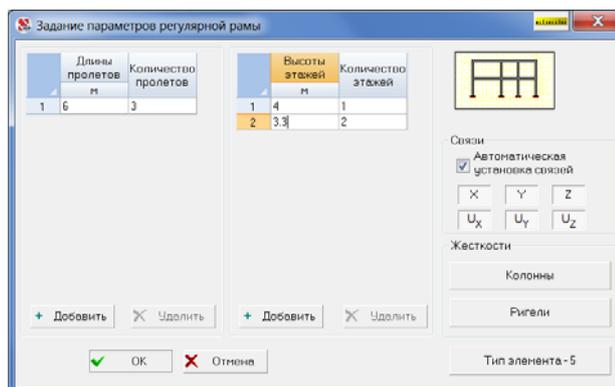

Рис. 2.3-4. Диалоговое окно **Задание параметров регулярной рамы**
В диалоговом окне **Выбор конфигурации рамы** (рис. 2.3-3) установим курсор на пиктограмму с изображением многоэтажной и многопролетной рамы и зафиксируем выбор нажатием на левую кнопку мыши. После нажатия кнопки **ОК** окно закроется и появится диалоговое окно **Задание параметров регулярной рамы** (рис. 2.3-4).
- если в диалоговом окне для ввода используются две таблицы (см. рис. 2.3-4), переход к другой таблице осуществляется указанием курсора мыши на любую ее графу;